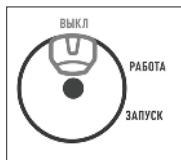

Рис. 23
- Модель iGX 2000, iGX 2800 и iGX 4000W переведите переключатель в положение «Выкл» (Рис. 23).